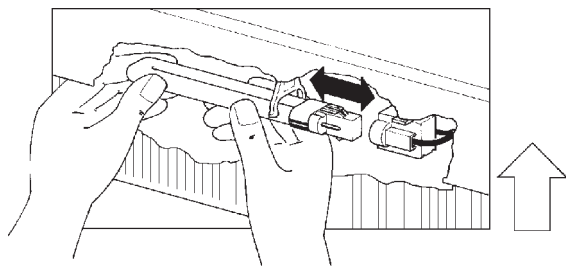

Ilustración 32
- Empujar la lámpara de recambio en la posición de montaje correcta (vea ilustración 32) hacia la derecha hasta que quede enganchada en el portalámparas.